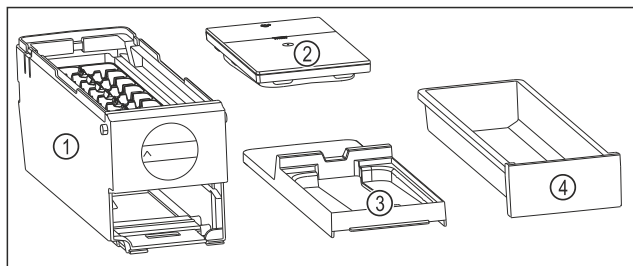

Fig. 113 Composants de l'EasyTwist-Ice
- ▶ L'EasyTwist-Ice est démonté en quatre parties. (voir Fig. 113)
- ▶ Ne démonter l'EasyTwist-Ice que de la manière illustrée. (voir Fig. 113)
- ▶ Nettoyer le corps de l'EasyTwist-Ice Fig. 113 (1) dans son ensemble.